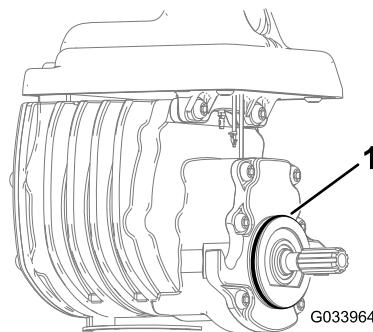

Figura 5
- Instale o anel de retenção no motor do cilindro (Figura 5).